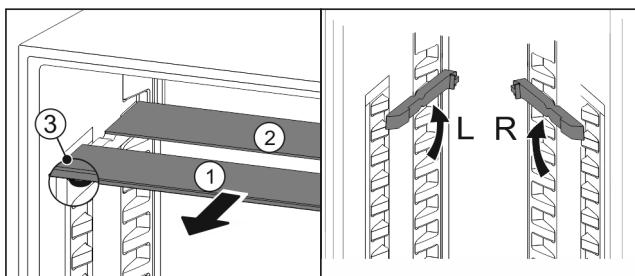

Fig. 94
- По одной извлеките Fig. 94 (1) стеклянные панели движением вперед.
- Стеклянная панель Fig. 94 (1) с декоративной планкой лежит спереди.
- Стопоры Fig. 94 (3) показывают вниз.